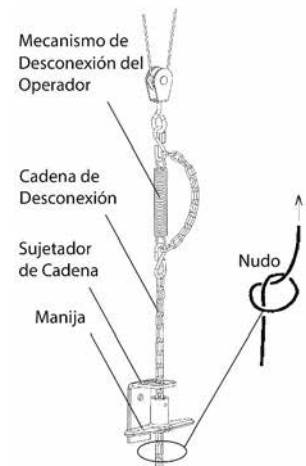

Figura 12 - Cadena de desconexión
1. Conectar la cadena de desconexión al gancho situado en la extremidad del mecanismo de desconexión del operador (ver Figura 12).